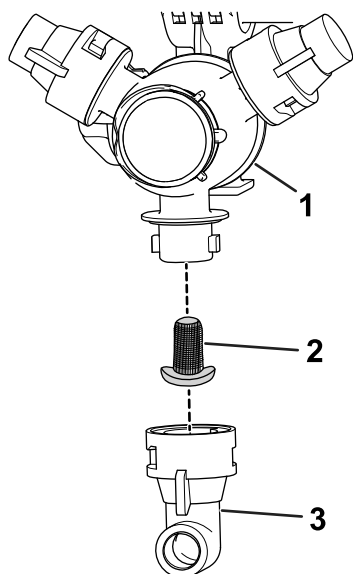

Рисунок 32
2. Снимите сопло с поворотной распылительной головки (Рисунок 32).
3. Снимите фильтр сопла (Рисунок 32).
5. Установите фильтр сопла (Рисунок 32).
6. Установите сопло на поворотную распылительную головку (Рисунок 32).